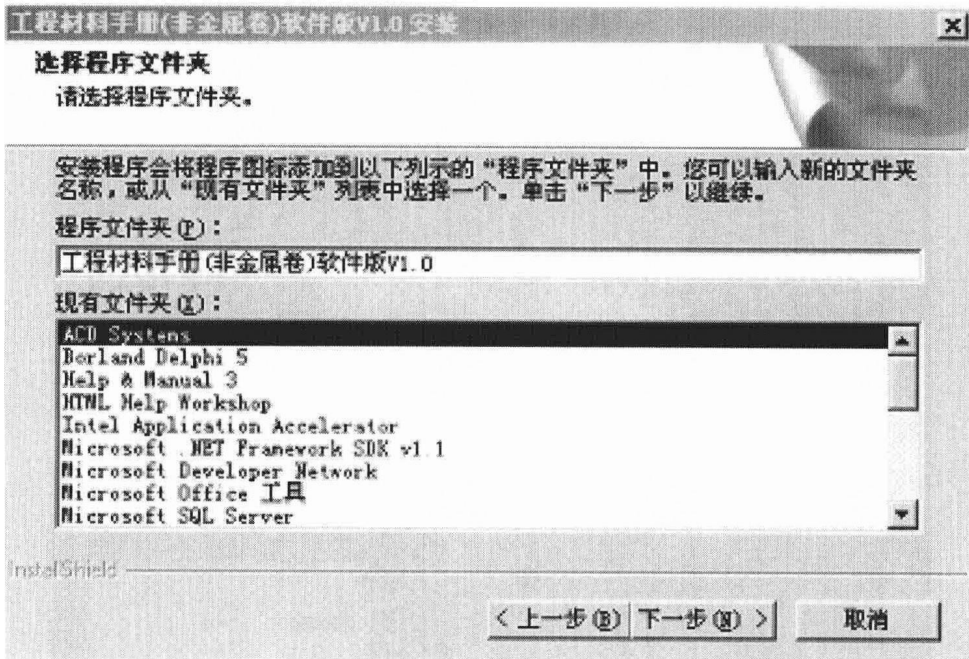

图 1.8 选择程序文件夹界面
(8) 单击“下一步”按钮，出现选择程序文件夹界面，如图 1.8 所示。您可以输入新的文件夹名，或从现有文件夹列表中选择。